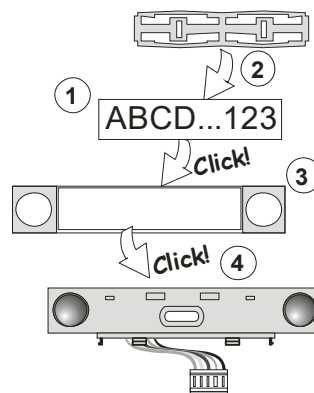

Рисунок 3: Установка ярлыка внутри контрольного сегмента
- b. После установки батареек загорается и постоянно горит желтая подсветка кнопки активации (3), указывая на то, что модуль не зарегистрирован в системе.
- d. Нажмите на подсвеченную кнопку активации (3). Модуль будет зарегистрирован, желтый светодиодный индикатор погаснет (для этого может потребоваться несколько секунд). Сигнал регистрации также может быть послан путём установки батареек.
9. Выполнив установку, вставьте ярлык с описанием под прозрачные крышки сегментов и закройте их (см. Рисунок 3). Функция печати ярлыков предусмотрена в программе F-Link (окно устройств **Devices**, позиция модуля - внутренние настройки (**Internal settings**)).